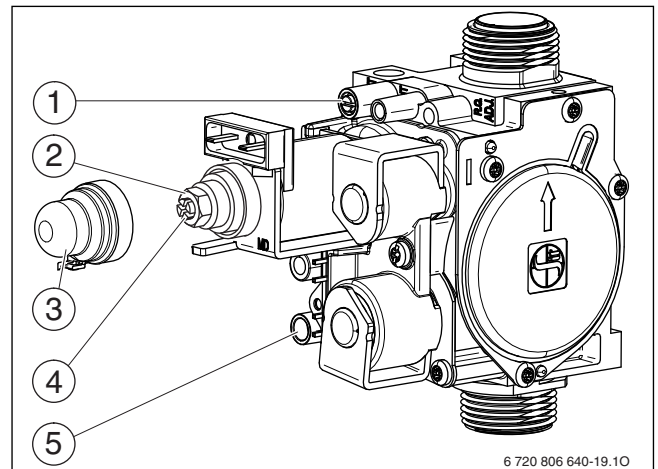

Рис. 31 Газовая арматура
- ▶ Отверните уплотнительный винт штуцера измерения давления на форсунках (→ рис. 31, [1]) и подсоедините U-образный манометр.
- ▶ Снимите крышку (→ рис. 31, [3]).
- ▶ Давление на форсунках (мбар) для положения «максимум» приведено в таб. на стр. 37. Установите давление на форсунках регулировочным винтом максимального расхода газа (→ рис. 31, [2]). Поворот направо - больше газа, поворот налево - меньше газа.
- ▶ Давление на форсунках (мбар) для положения «минимум» приведено в таб. на стр. 37. Установите давление на форсунках регулировочным винтом минимального расхода газа (→ рис. 31, [4]).
- ▶ Выключите котёл и закройте газовый кран, отсоедините U-образный манометр и заверните уплотнительный винт (→ рис. 31, [1]).
- ▶ Отверните уплотнительный винт на штуцере измерения подаваемого давления газа (→ рис. 31, [5]) и подсоедините манометр.
- ▶ Установите и опломбируйте крышку (→ рис. 31, [3]).